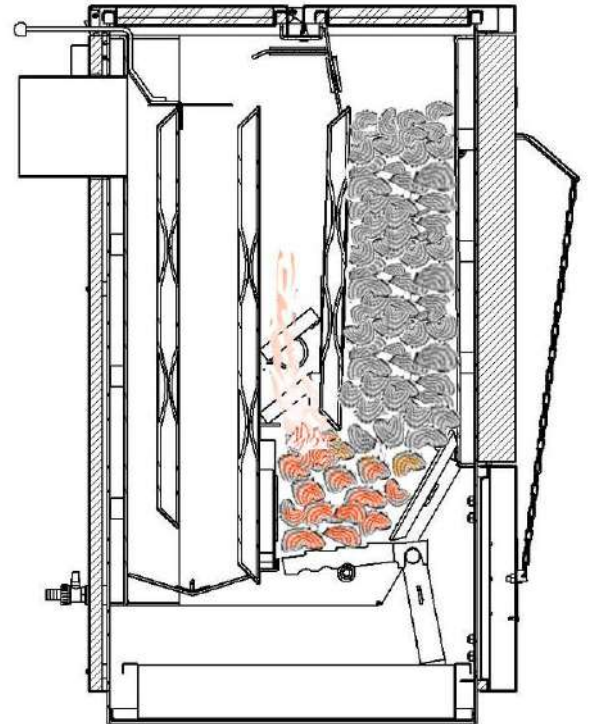

Рис. 23 Максимальная высота загрузки
- Загрузить сверху топливо до уровня (См. рис. 23).